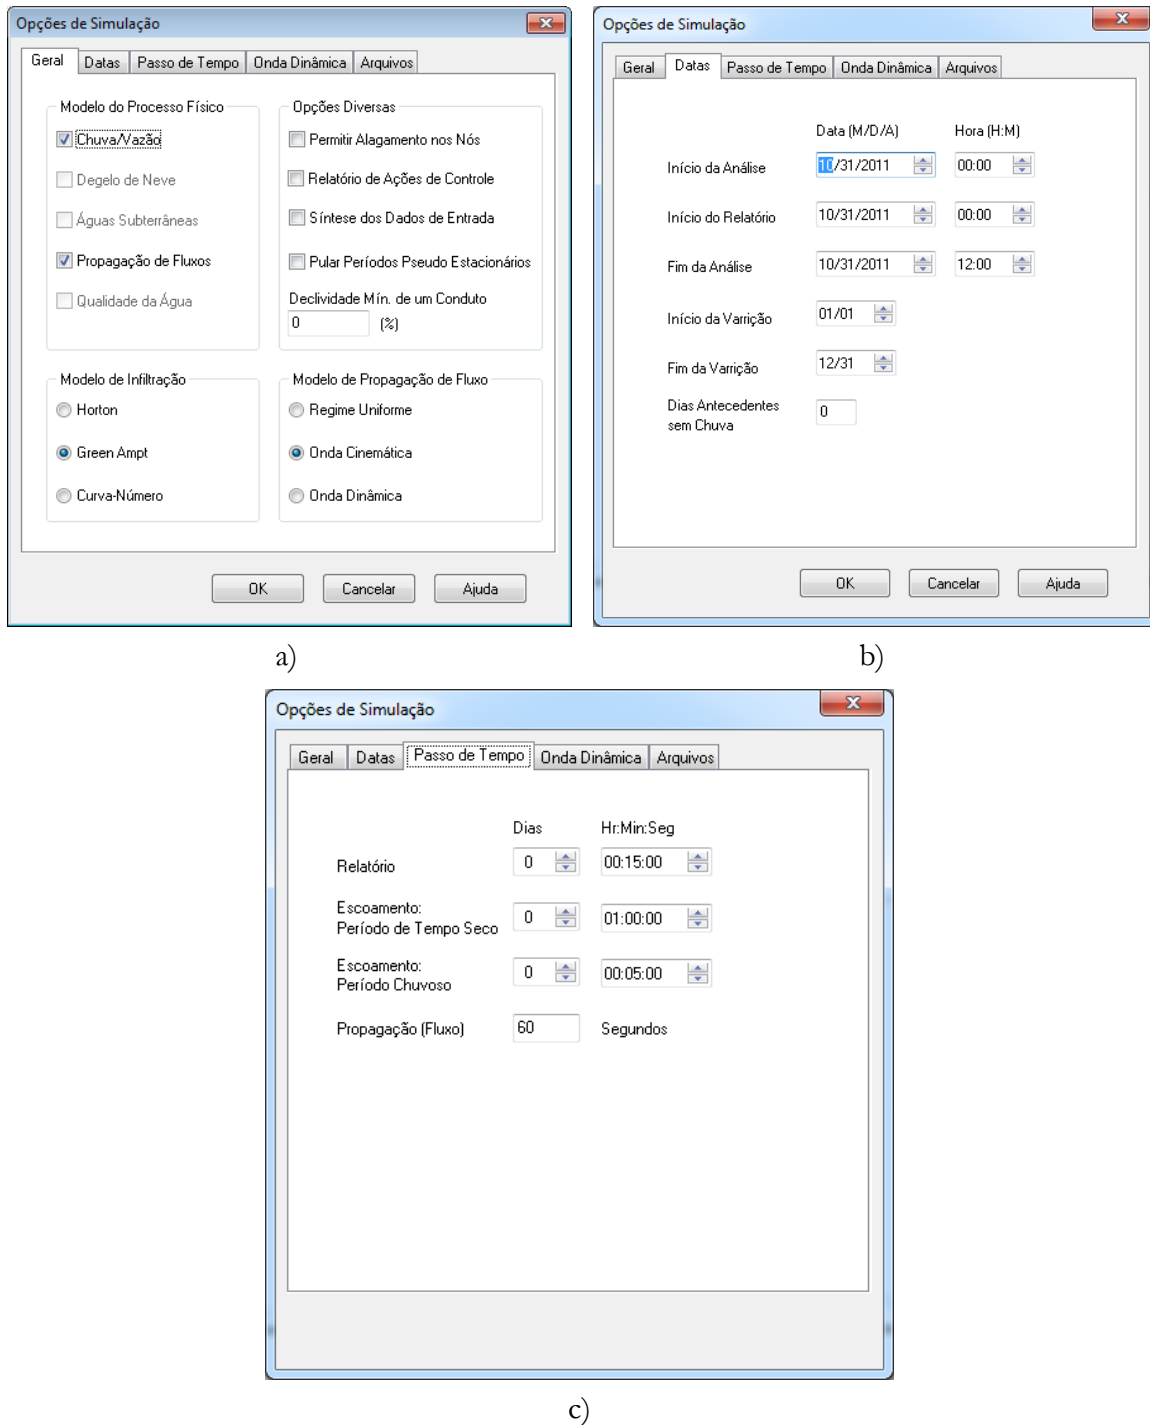

Figura 2.12 - Janela de diálogo para editar as Opções de Simulação
2. Na página Geral da janela de diálogo das Opções de Simulação que aparece (ver Figura 2.12.a), selecionar a opção Onda Cinemática como modelo de propagação do fluxo. O método de infiltração empregado será o de Green-Ampt. A opção Permitir Alagamento não deve estar selecionada.
3. Na página Datas do formulário (ver Figura 2.12.b), especificar como tempo de fim de análise as **12:00:00**10.
4. Na página de Passo de Tempo (ver Figura 2.12.c), especificar o intervalo de tempo (propagação de fluxo) de análise de **60** segundos.